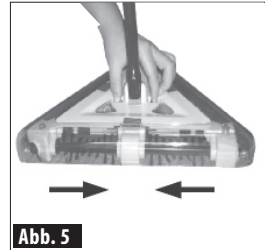

Abb. 5
- Während der Dreieckskehrer mit seinem Standfuß auf dem Boden oder einer flachen Unterlage wie einer Arbeitsplatte steht, drücken und halten Sie die „Verschlussclips des Schmutzbehälters“ mit einer Hand und heben Sie den Kehrer mit der anderen Hand, um den „Schmutzbehälter“ herauszunehmen (siehe Abb. 5).